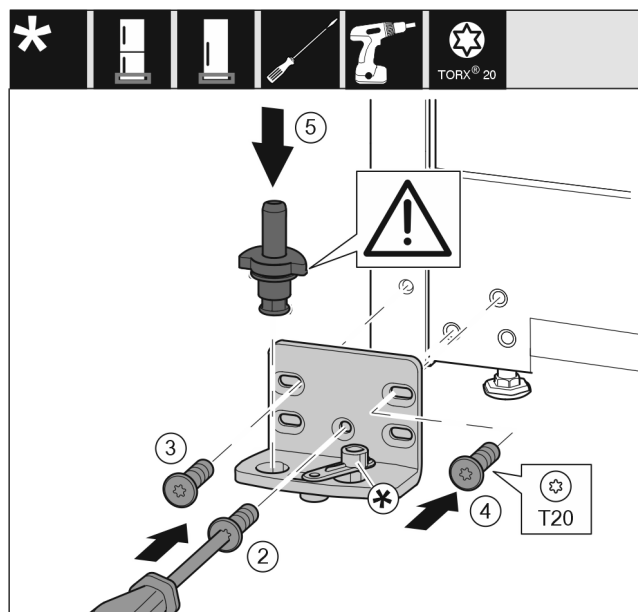

Fig. 18
- Applicare il blocco di supporto sull'altro lato e avvitare con l'aiuto di un cacciavite. Iniziare dalla vite Fig. 18 (2) in basso al centro.
- Stringere la vite Fig. 18 (3) e la vite Fig. 18 (4).
- Inserire completamente i perni di supporto Fig. 18 (5). Facendo ciò assicurarsi che la camma di arresto sia rivolta all'indietro.